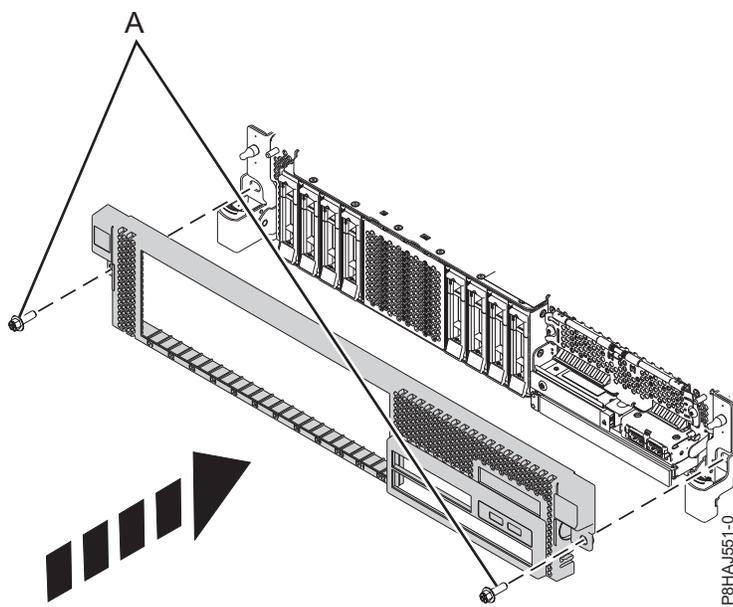

Figura 136. Instalación de la cubierta frontal
3. Cierre los pestillos de liberación empujando en la dirección que se muestra en Figura 136 en la página 164. La cubierta se insertará en su posición y dispone de una hendidura que le permite sujetarla más fácilmente.
4. Sustituya los tornillos de envío (A).